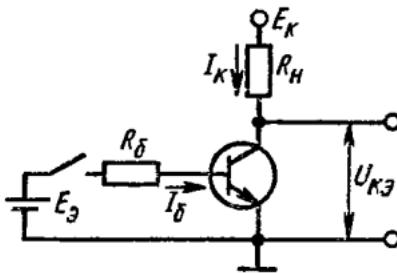

Рис. 2.23
**2.24.** В схеме, изображенной на рис. 2.23, используется транзистор с коэффициентом передачи тока базы  $\beta = 50$  и обратным током коллекторного перехода  $I_{KБ0} = 10 \text{ мкА}$ . Известно, что  $R_b = 10 \text{ кОм}$ ,  $E_s = 1 \text{ В}$ ,  $R_h = 5 \text{ кОм}$ ,  $E_k = 20 \text{ В}$ . Определить напряжение коллектор–эмиттер при разомкнутом и замкнутом ключе, считая, что коэффициент  $\beta$  неизменен.